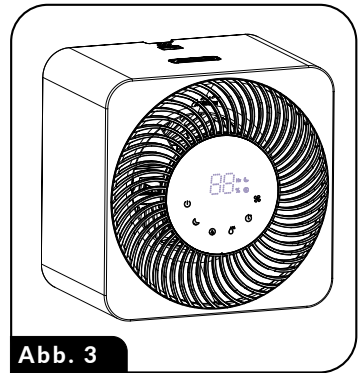

Abb. 3
9. Den Wasserstand im Behälter laufend überprüfen, die Anzeige (9) ablesen und bei Bedarf Wasser nachfüllen. Nach dem Verbrauch des Wassers läuft der Ventilator des Luftbefeuchters noch mehrere Stunden weiter, um den Filter komplett abzutrocknen. So wird die Vermehrung von Schimmelsporen und Bakterien während des Stillstands des Geräts verhindert. Anfangs wird dies durch zwei pulsierende waagrechte Striche auf dem LED-Display signalisiert (7 Stunden lang - mittlere Blasgeschwindigkeit), anschließend werden die waagrechten Striche dauerhaft eingeblendet (10 Stunden lang - niedrige Blasgeschwindigkeit).
12. Der Luftbefeuchter kann als typischer Ventilator ohne Wassertank arbeiten. Legen Sie den Lüfter auf die Seite, wobei der Netzteilanschluss nach oben zeigt, wie in Abbildung 3 gezeigt, und richten Sie ihn nach Bedarf in die entsprechende Richtung aus. Die Lüfterfunktion wird eingeschaltet, nachdem der Lüfter mit dem Schalter (2a) eingeschaltet und die Luftstromgeschwindigkeitstaste (2f) gedrückt und gehalten wurde – auf diese Weise zwingen Sie den Lüfter zum Laufen (ohne das Vorhandensein des Wasserbehälters zu prüfen). Durch erneutes Drücken der Taste (2a) wird das Gerät ausgeschaltet.